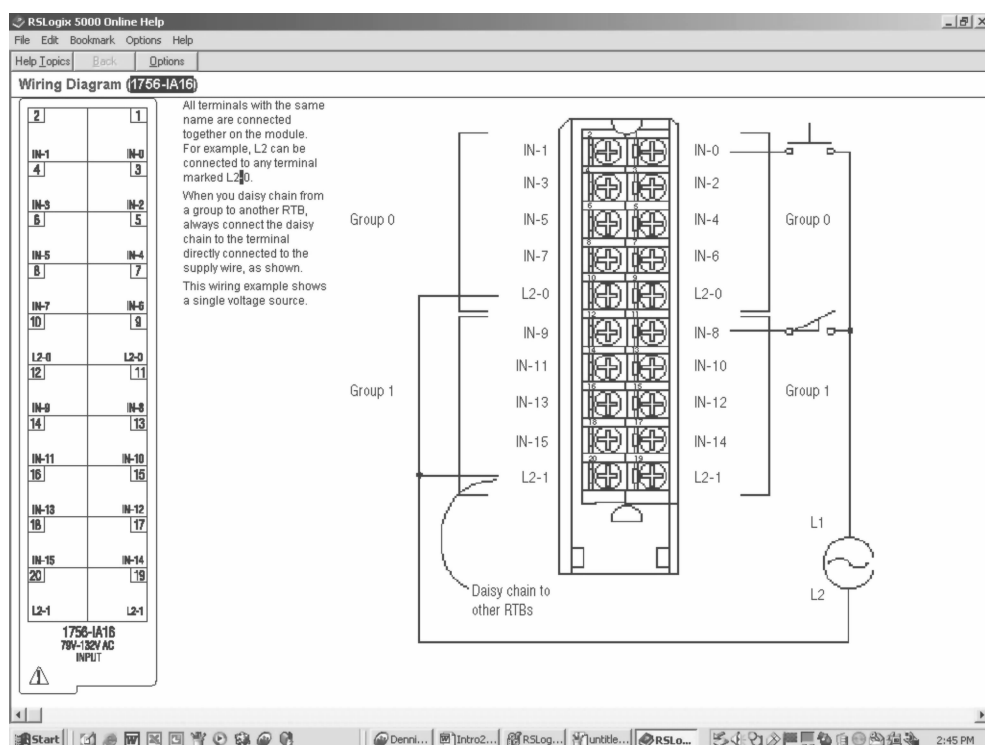

图 5-4 模块的接线图
6. 单击“显示”（Display）查看该模块的接线图，如图 5-4 所示。请注意，可能需要将界面最大化。